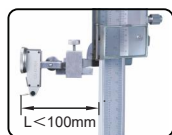

fig. 1
- La distancia L entre el punto de contacto y la base debe estar dentro de los 100 mm (fig. 1).